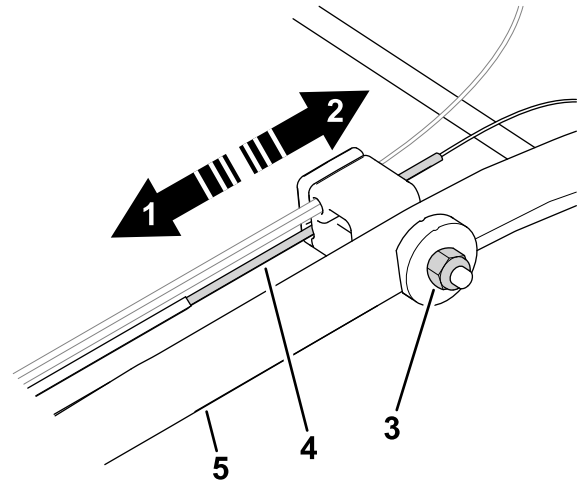

Figure 25
- Tournez l'écrou de réglage dans le sens antihoraire pour desserrer le réglage du câble (Figure 25).
- Ajustez la tension du câble (Figure 25) en le tirant en arrière ou en le poussant en avant puis en le maintenant à cette position.